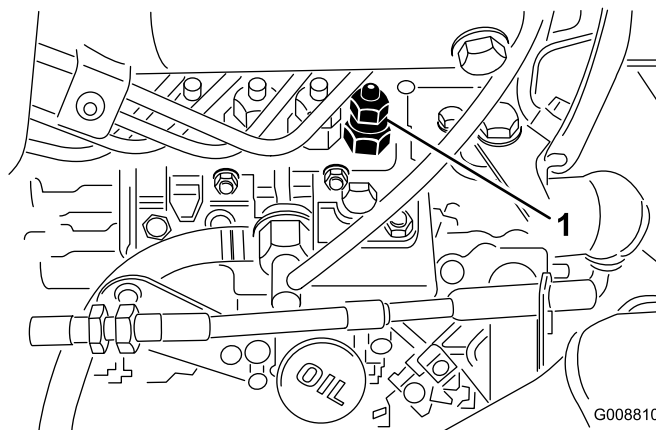

Bild 53
1. Lockern Sie den Rohranschluss an der Einspritzdüse Nr. 1 und am Halter an der Einspritzpumpe (Bild 53).